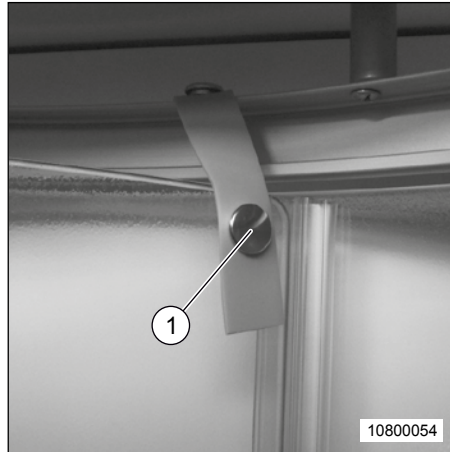

Fig. 108 Fixation du bouton
2. Desserrer la fixation du bouton (Fig. 108, pos. 1) à l'élément pivotant (Fig. 107, pos. 2). La fixation du bouton (Fig. 108, pos. 1) se trouve en haut sur le rail de guidage de l'élément pivotant (Fig. 107, pos. 2).
1. En étant debout dans la douche, déverrouiller la fixation du bouton (Fig. 108, pos. 1) de la porte coulissante de la cabine de douche.